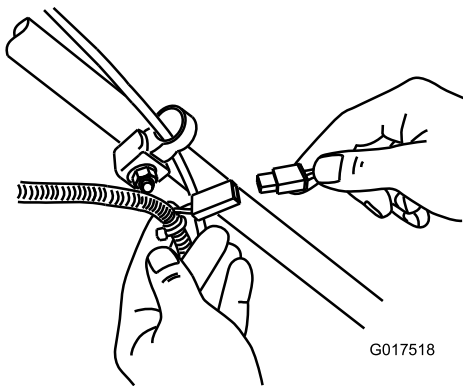

Bild 32
1. Schließen Sie das Ladegerät an den Kabelbaum an, der sich unter dem Zündschloss befindet (Bild 32).